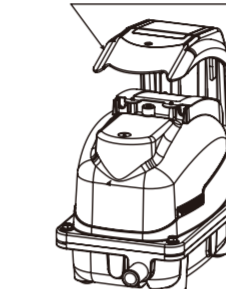

Рис. 2
- 3 Снимите крышку фильтра (рис. 2), взявшись за нее обеими руками и потянув вверх. => Снимайте крышку осторожно. Не допускайте попадания песка в нижнюю часть корпуса.